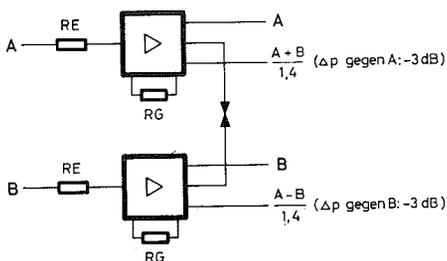

Abb. 13
a. Summen- und Differenzbildung am Ausgang (Abb. 13)
Bei paarweiser Zusammenschaltung der Verstärker gemäß Abb. 13 stehen an deren Ausgängen gleichzeitig die verstärkten Eingangssignale A und B sowie das Summensignal $\frac{A+B}{1,4}$